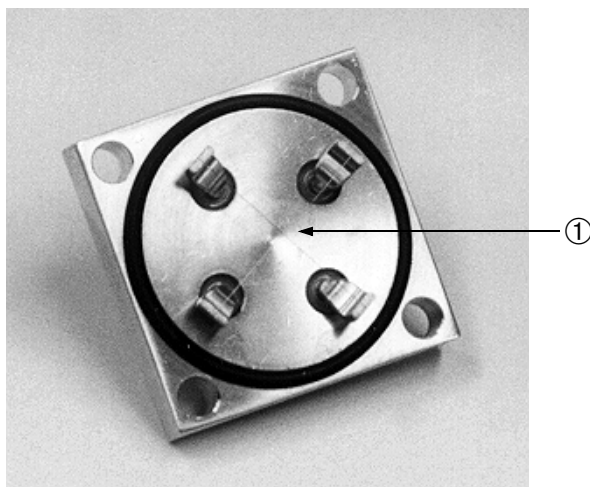

图 4-11 按钮 TC 电线（附带头部的视图）
4. 小心卸下按钮 TC，并将它的传感线 ① 侧面朝上放置在清洁表面上，如图 4-11 所示（触针一面朝下）。